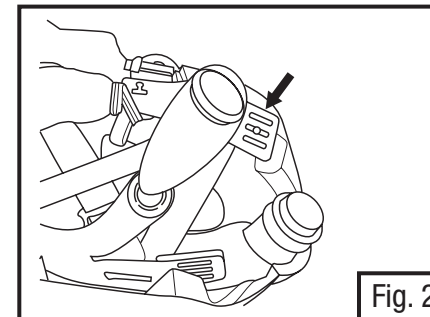

Fig. 2
- A cinta da cabeça (headband) da carneira pode ser ajustada em quatro pontos. Há dois pontos de ajuste na parte de trás do equipamento para a cabeça e dois à frente. Para mudar a posição da cinta da cabeça, puxe a ranhura de ajuste da altura (tipo escada) para fora do pino e proceda ao seu reposicionamento para outra ranhura na "escada" (corrente de ranhuras) (Fig. 2). Cada ponto pode ser ajustado independente para um ajuste personalizado.